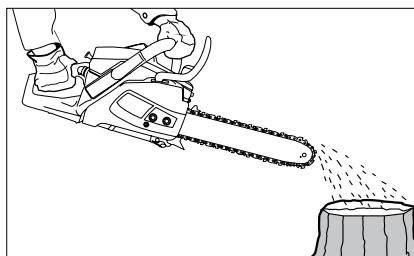

Abb. 13
4. Vor dem Arbeitsbeginn prüfen Sie die Ölzführung: schalten Sie die Kettensäge ein und halten Sie diese über der geeigneten Unterlage. Bei der ausreichenden Schmierung entsteht eine leichte Spur von den Tropfen des abgeworfenen Öls (Abb. 13).